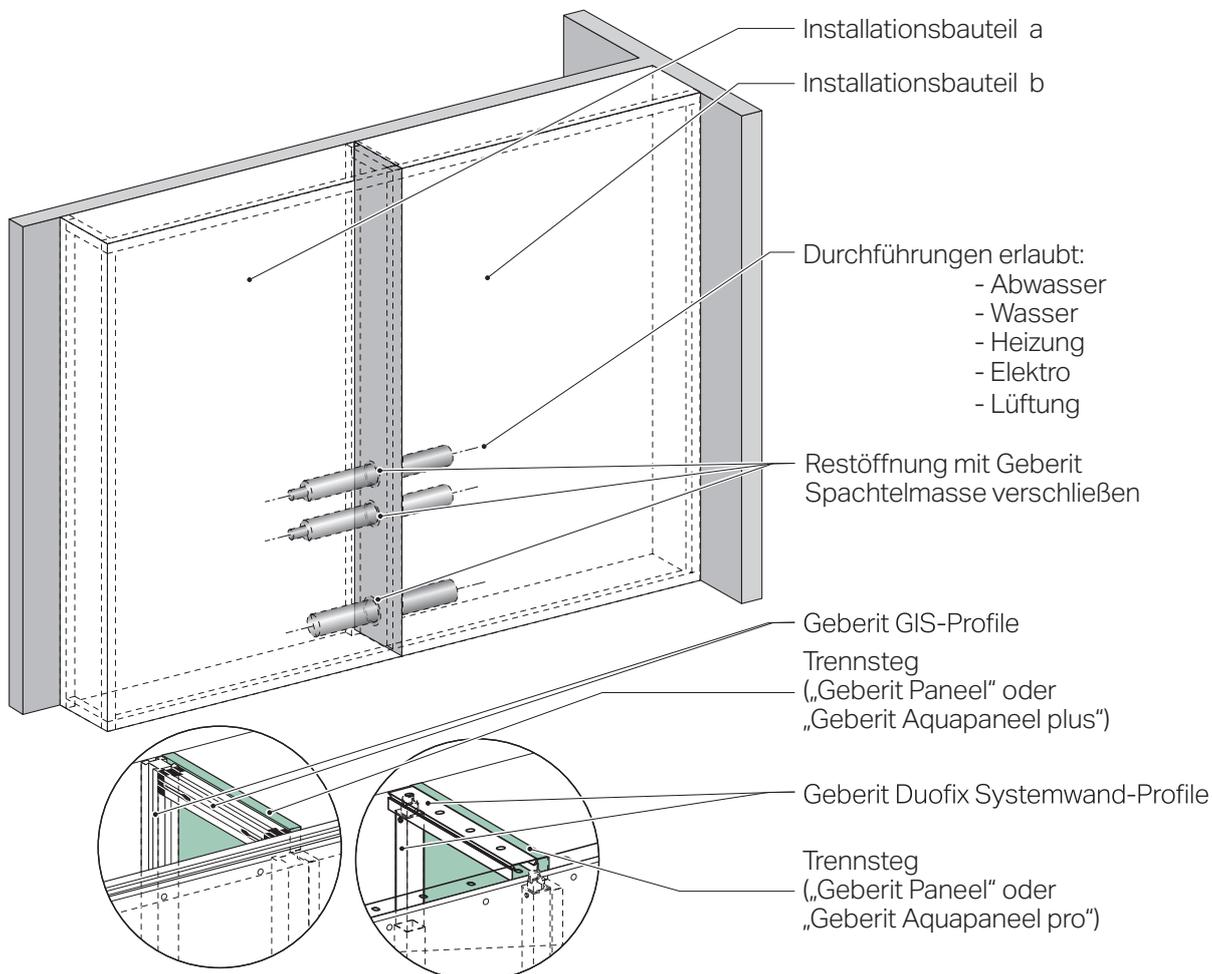

Abbildung 11: Ausbildung Trennsteg bei Schachtbreiten über 2 m mit Rohrdurchführungen ohne klassifizierte Rohrab-schottungen
1) Theoretisch unendlich mittels Trennsteg aus Geberit GIS/Geberit Duofix Systemwand max. alle 200 cm (siehe → Abbildung 11)
Die aBG von Quattro lassen unbegrenzte Rohrleitungsbelegungen im Quattro Installationsschacht zu. Ebenso dürfen beliebig viele Elektrokabel und Kabelbündel innerhalb des Quattro Installationsschachtes verlegt werden. In der Praxis kommen aber auch einzeln verlegte Rohrleitungen vor. So stellt z. B. eine einzelne Geberit Silent-db20 Abwasserleitung mit einer Geberit GIS Verkleidung einen Geberit Quattro Installationsschacht dar. Daher kann für die Rohrabschottung im Deckenverguss (min. 150 mm) das preiswerte Geberit Schachtschott verwendet werden. Quattro Installationsschächte dürfen max. 2 m Breite haben. Installationsschächte über 2 m Breite werden durch einen Trennsteg aus einlagiger Geberit Systembeplankung realisiert (siehe → Abbildung 11). Kreuzende Anschlussleitungen müssen bei der Durchführung durch den Trennsteg verspachtelt werden - R 90-Abschottungen sind dabei nicht notwendig.